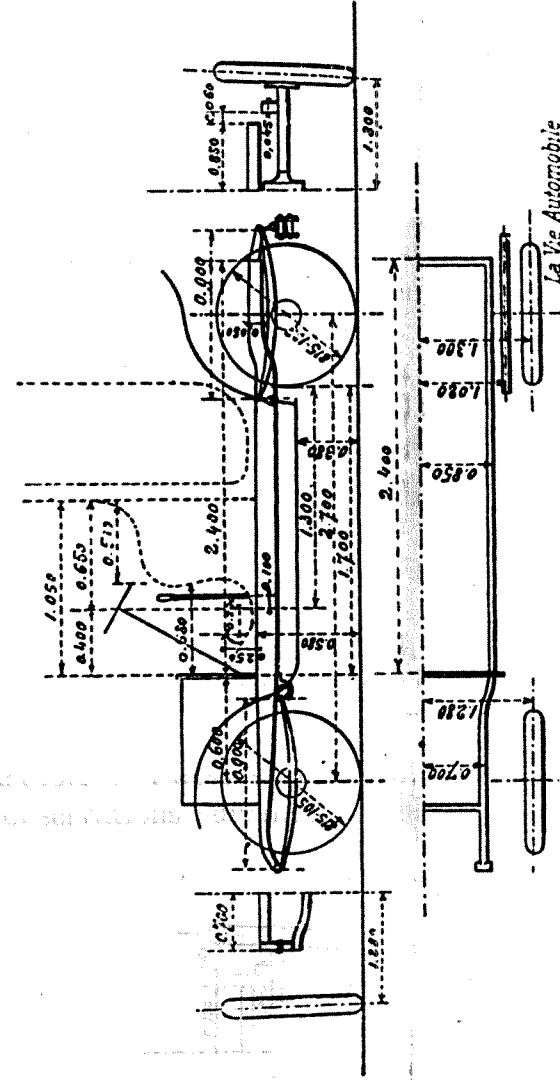
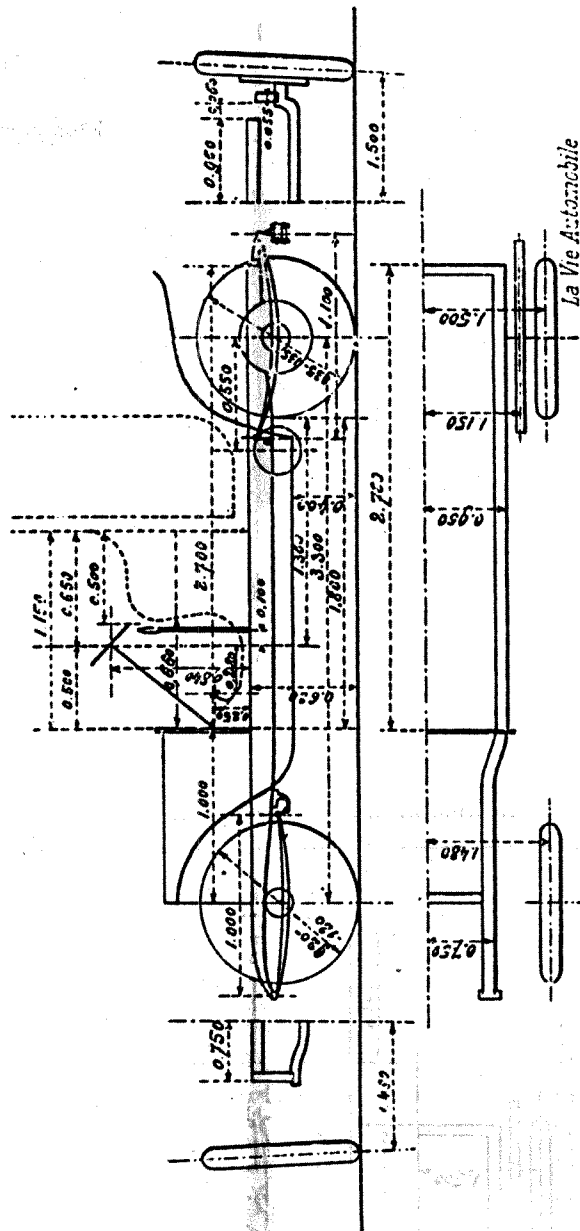
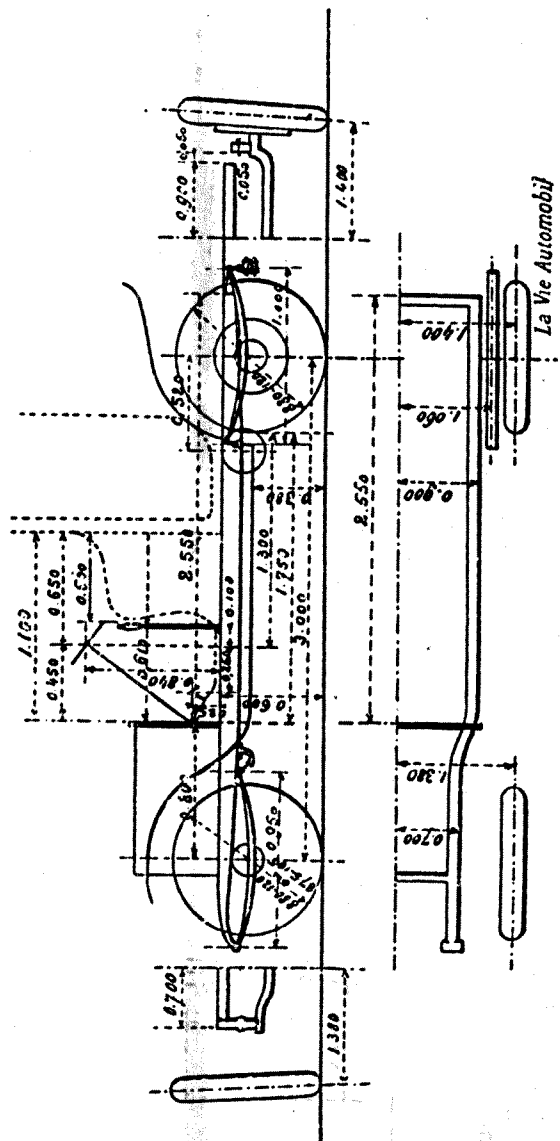

Fig. 17. — Châssis-type normal pour voiture de ville.
Fig. 18. — Châssis type normal pour forte voiture de route.
Fig. 19. — Châssis type normal pour voiture de route, de force moyenne.
• Pour faciliter l'application du tableau de proportions des châssis et pour fixer les points principaux de l'établissement d'un châssis, nous donnons les schémas du châssis de ville du type normal, moteur 10 à 15 chevaux (fig. 17); du châssis de route type normal, avec moteur de 35 chevaux et plus (fig. 18) et du châssis demi-route, avec moteur de 20-24 chevaux (fig. 19); tous du type normal correspondant, c'est-à-dire destiné à une voiture avec bonne entrée latérale.